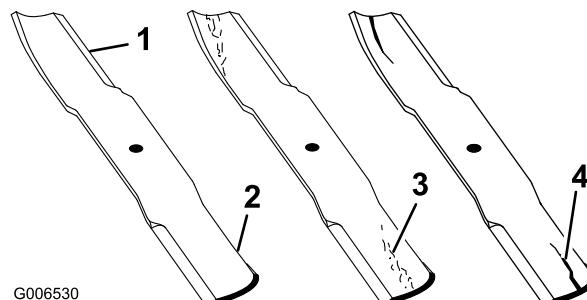

Figure 44
1. Examinez le tranchant des lames (Figure 44). Si les lames ne sont pas tranchantes ou si elles présentent des indentations, déposez-les et aiguisez-les (voir Aiguisage des lames).
2. Inspectez les lames, surtout la partie relevée (Figure 44). Remplacez immédiatement les lames endommagées, usées ou qui présentent une entaille.